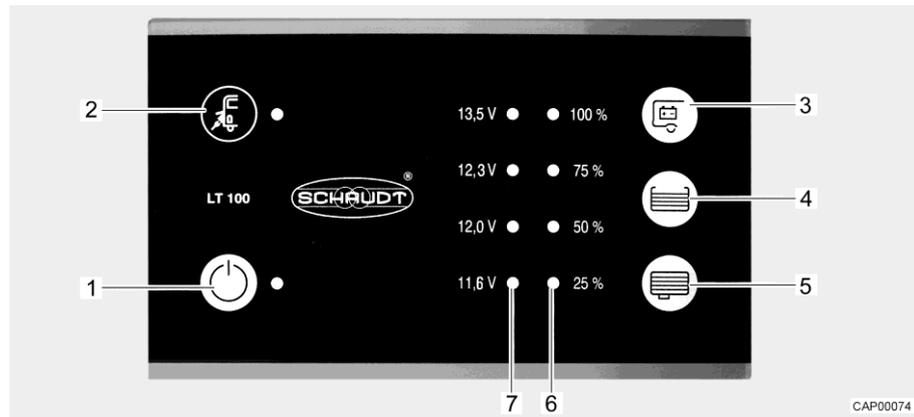

Fig. 70 Pannello di controllo (LT 100)
Il LED giallo accanto al simbolo del collegamento a rete "⚡" (Fig. 70,2) si accende, quando il veicolo è collegato a un'alimentazione di rete esterna. Il LED si accende anche se il pannello di controllo è spento.
L'interruttore principale a 12 V (Fig. 70,1) inserisce o disinserisce il pannello di controllo e l'alimentazione a 12 V dell'abitacolo.
- Premere l'interruttore "⏻" (Fig. 70,1): L'alimentazione a 12 V dell'abitacolo è inserita. Il LED diventa verde.
- Premere di nuovo l'interruttore "⏻" (Fig. 70,1): L'alimentazione a 12 V dell'abitacolo è disinserita. Il LED si spegne.
La scala LED (Fig. 70,7) indica la tensione della batteria dell'abitacolo nel modo seguente:
- Premere il tasto "Eis" (Fig. 70,3): Viene indicata la tensione della batteria dell'abitacolo.
La scala LED (Fig. 70,6) indica il livello del serbatoio dell'acqua potabile o del serbatoio delle acque grigie.
Indicazione livello: Premere il tasto "☰" (Fig. 70,4): Il livello di riempimento del serbatoio dell'acqua potabile è indicato dai LED accesi.
Premere il tasto "☰" (Fig. 70,5): Il livello di riempimento del serbatoio delle acque grigie è indicato dai LED accesi.